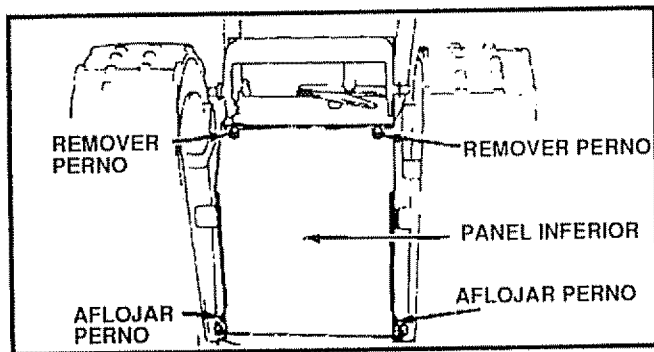
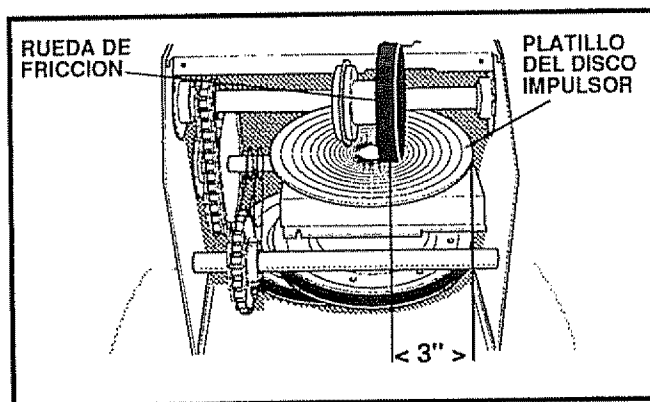

FIG. 31
FIG. 32
- Remueva el panel inferior (Véase Fig. 31).
- Coloque la palanca de cambios en primera (1) velocidad hacia adelante.
- Note la posición de la rueda de fricción en el platillo del disco impulsor. El lado izquierdo de la rueda de fricción debe estar 3 pulgadas del lado más exterior izquierdo del platillo del disco impulsor (Véase Fig. 32).